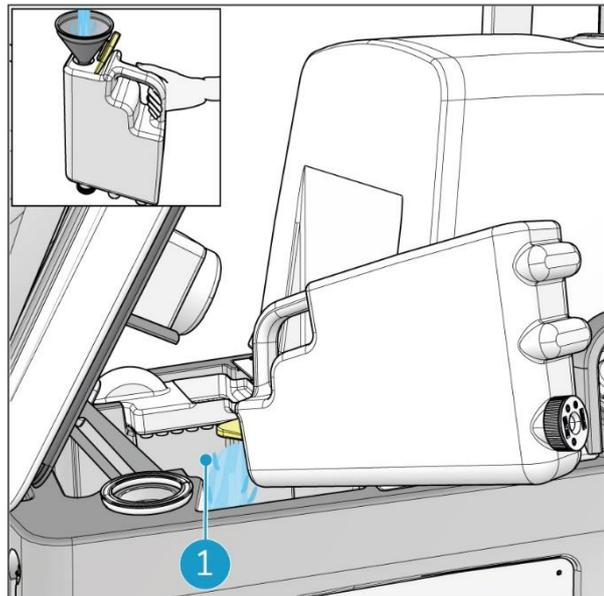

Figure 53
3. Tenez le réservoir de détergent par la poignée et versez-y environ 2 litres d'eau, à l'aide d'un entonnoir. Secouez-le. Versez le contenu dans le réservoir de récupération (Figure 53, pos. 1).